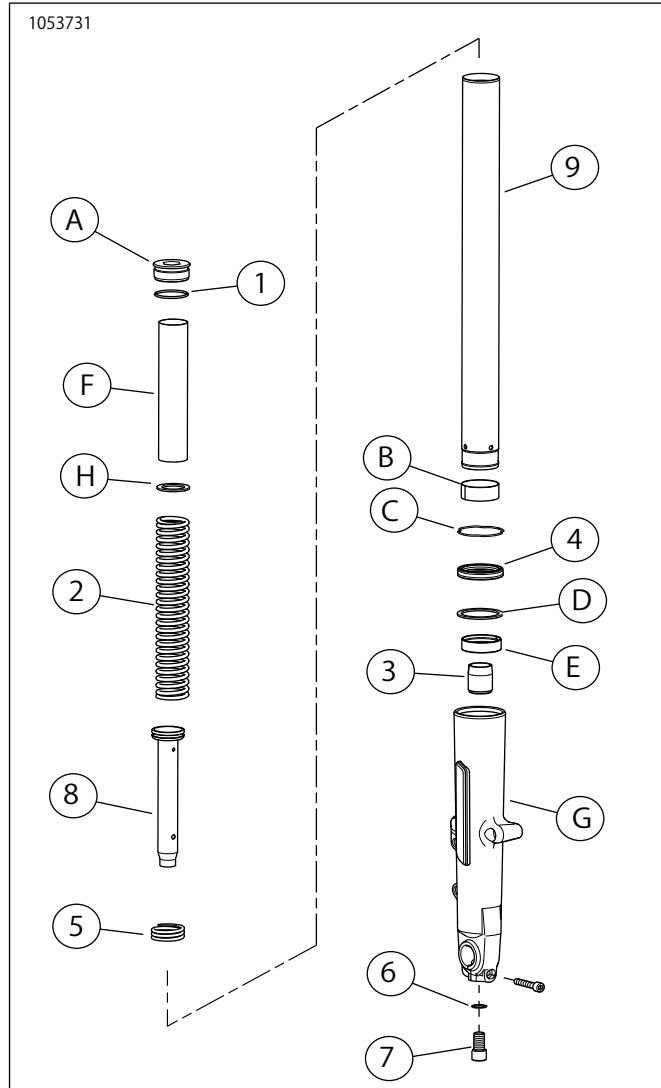

図6。交換用パーツ: Touringカートリッジ式フロントフォーク
- b. 「図6」を参照してください。フォークボルト(A)を上にし、ツール内側のラバーパッド間でフォークチューブ(9)を固定します。フォークチューブがしっかりと固定されるまでノブを締め付けます。
1. 「図6」を参照してください。ピストンリングをカットアウトを下にしてダンパーチューブに取り付けます。キット(8)の新品のダンパーチューブに新品のリバウンドスプリング(5)を合わせます。ダンパーチューブを新品のフォークチューブ(9)に挿入します。
- c. 「図6」を参照してください。フォークオイルシールに触れるまで、フォークチューブに固定クリップ(C)をスライドさせます。フォークスライダの溝にリテーニングクリップを取り付けます。フォークチューブに取り付けるとき、リテーニングクリップを捻じたり、伸ばさないよう注意してください。クリップが破損する場合があります。
- d. 「図6」を参照してください。メタルリングがフォークチューブ上に水平になるまで、ロッドをフォークチューブの先端に挿入します。